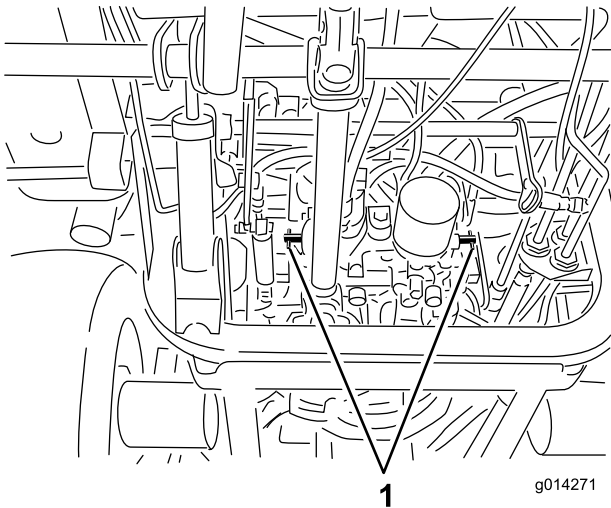

Figure 27
4. Tournez chaque vanne de dérivation d'un tour dans le sens anti-horaire (Figure 27).
Tournez chaque vanne de dérivation d'un tour dans le sens horaire et serrez-les à la main (couple de serrage de 8 Nm (71 po-lb) approx.) (Figure 27).